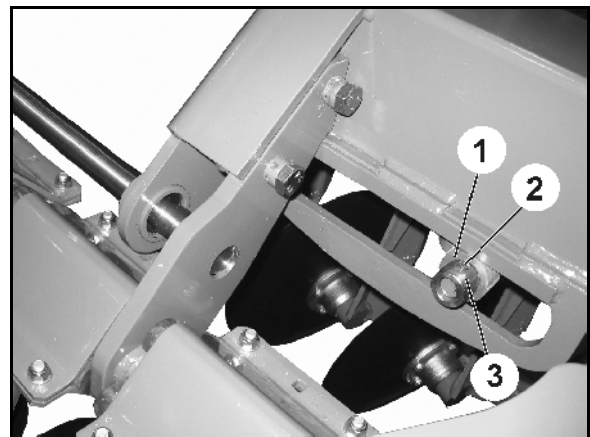

Fig. 37
Zum Austausch der Rolle (Fig. 37/1) die ausgeklappte Maschine so abstellen, dass die Rolle spannungsfrei ist.
1. Verschraubung (Fig. 37/2) lösen.
2. Hülse (Fig. 37/3) abziehen.